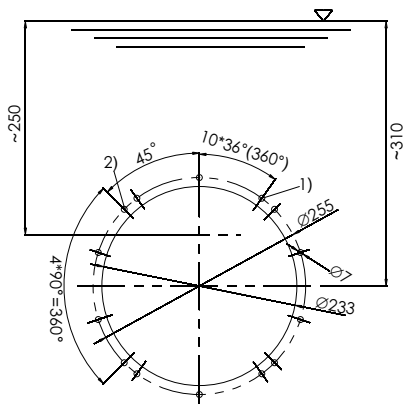

Рисунок 3
- a) Используя шаблон, просверлите 14 отверстий в стенке бассейна, покрытой стекловолокном. (Рисунок 3)
- c) Зафиксируйте лицевую панель противотока на стене бассейна с помощью 10 винтов М6. (Отверстие 1 на рис. 3)
b) Открытые отверстия внутри ниши из цемента необходимо закрыть стекловолокном (рисунок 3).